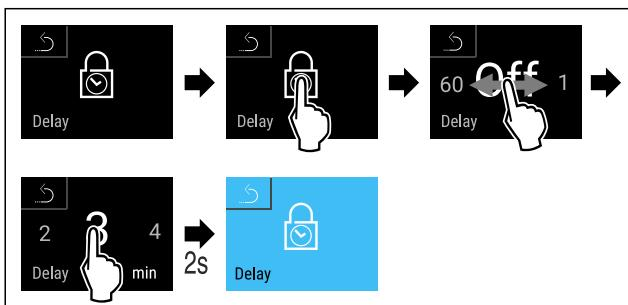

Fig. 85 Se pueden ajustar los siguientes valores: Apagado (sin tiempo de espera) hasta 60 minutos; en pasos de 1 minuto
- Seguir los pasos de procedimiento (consulte Fig. 85).